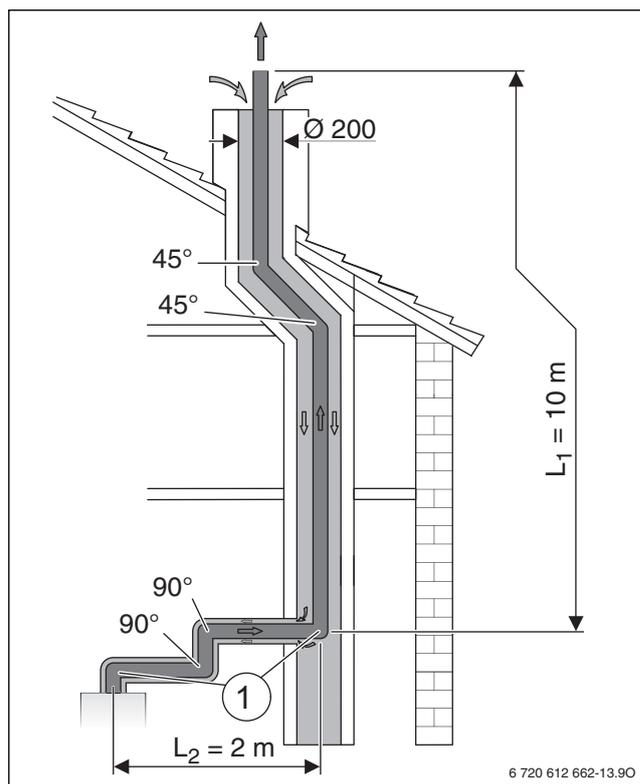

Рис. 17 Монтажная ситуация с отводом дымовых газов в шахте по  $C_{93}$
**Параметры представленной монтажной ситуации (→ Рис. 17)**